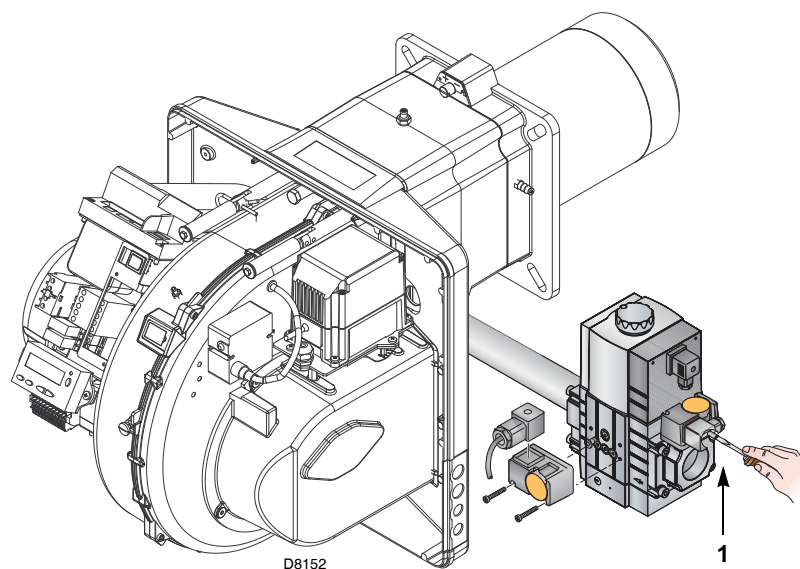

Fig. 27
- Controlar la presión de la alimentación de gas conectando un manómetro en la toma de presión 1)(Fig. 27) del presostato gas de mínima: debe ser inferior a la presión máxima permitida de la rampa de gas, que figura en la placa de características.
- Purgar el aire de la tubería de la rampa de gas conectando un tubo de plástico en la toma de presión 1)(Fig. 27) del presostato gas de mínima. Llevar hacia el exterior del edificio el tubo del purgado, hasta que se huelo el gas.